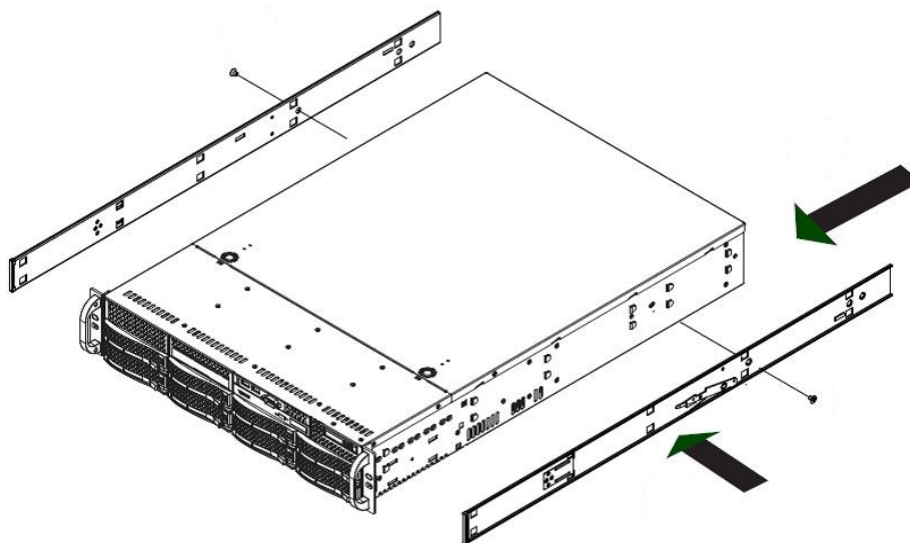

Рисунок 6 – Установка внутренних направляющих
- установка внутренних направляющих (рисунок 6):